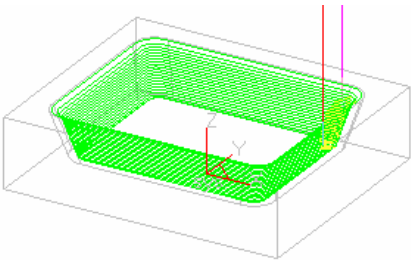

图 8-60 生成刀具轨迹
10)单击鼠标右键后系统继续提示“拾取加工边界”,直接单击鼠标右键结束拾取。单击鼠标右键确认后系统开始计算,稍后生成轨迹,如图 8-60 所示。